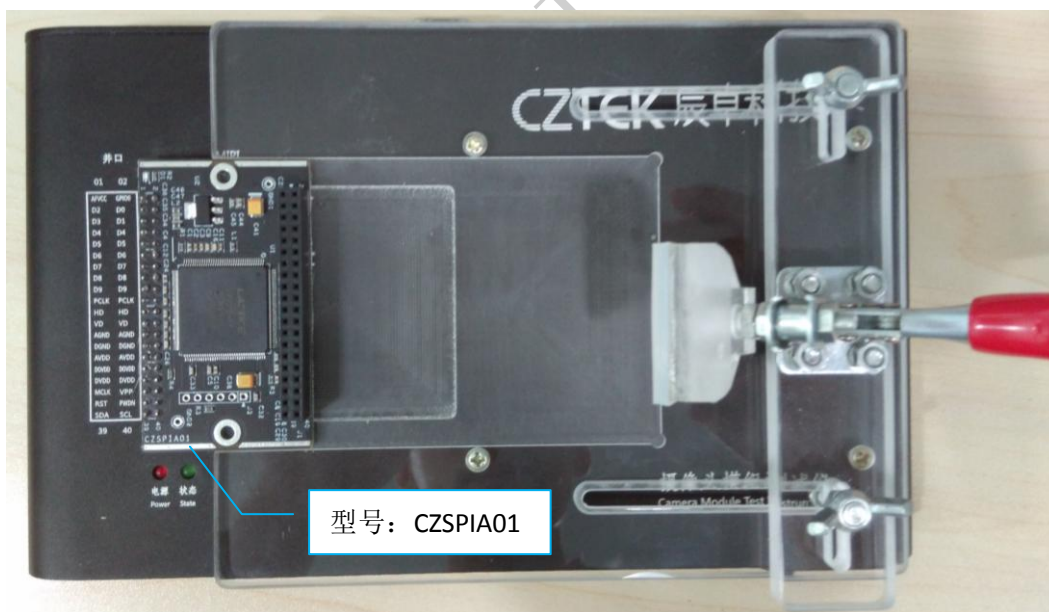

图 3-10 SPI 模组测试操作说明
1. 如图 3.10，将型号为 CZSPIA01 的 SPI 转接板插入并口底座。